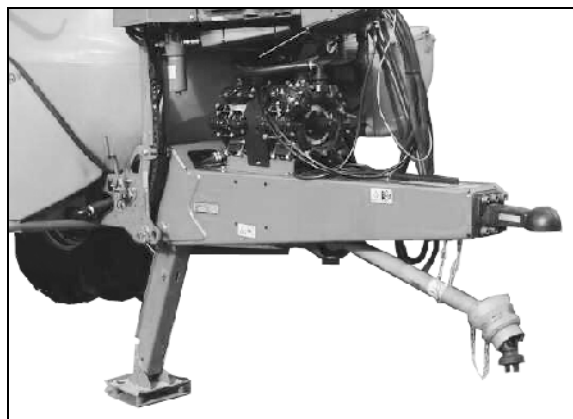

Fig. 35
- **Timão para barra de engate (Fig. 35)**